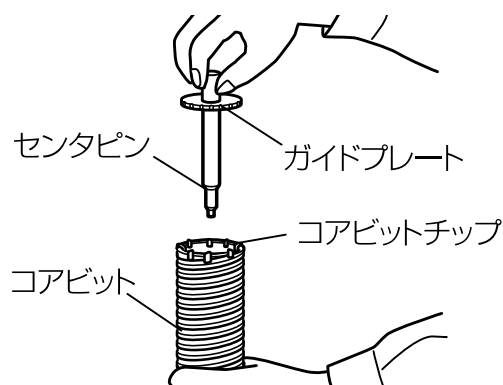

図 14
- (3) ガイドプレートにセンタピンを奥までさし込みます。
- (4) ガイドプレートの凹部をコアビットチップにあわせてはめ込みます。左・右どちらかに回して凹部をずらすと下向けにしても落ちません。(図 14)